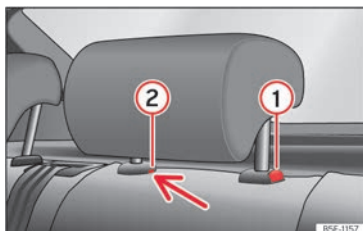

Abb. 100 Kopfstütze hinten ausbauen.
- Drücken Sie die Taste » (Abb. 100) ① sowie gleichzeitig mit einem Schlitzschraubendreher (Breite max. 5 mm) in die Öffnung der Verriegelung ② und ziehen Sie die Kopfstütze heraus.